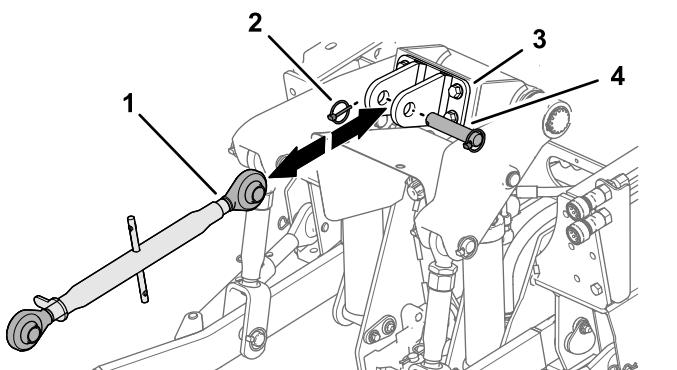

Bild 23
**Hinweis:** Beziehen Sie sich für diesen Schritt auf Bild 23.